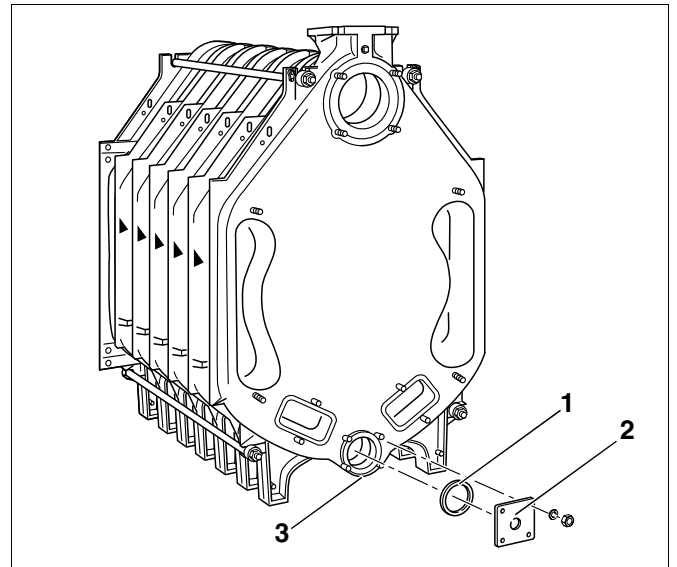

Fig. 26 Montering av flens
- Steng det nedre kjelnavet (Fig. 26, **Pos. 3**) forfra og bakfra. For å gjøre dette skal det legges en tilsvarende pakning (Fig. 26, **Pos. 1**) på kjelnavet og skrus på en blindflens med en kantlengde på 110 mm. Flensen med gjengeboring (R ¾) for påfyllings- og tappestussen (Fig. 26, **Pos. 2**) skal monteres på baksiden av kjelen.